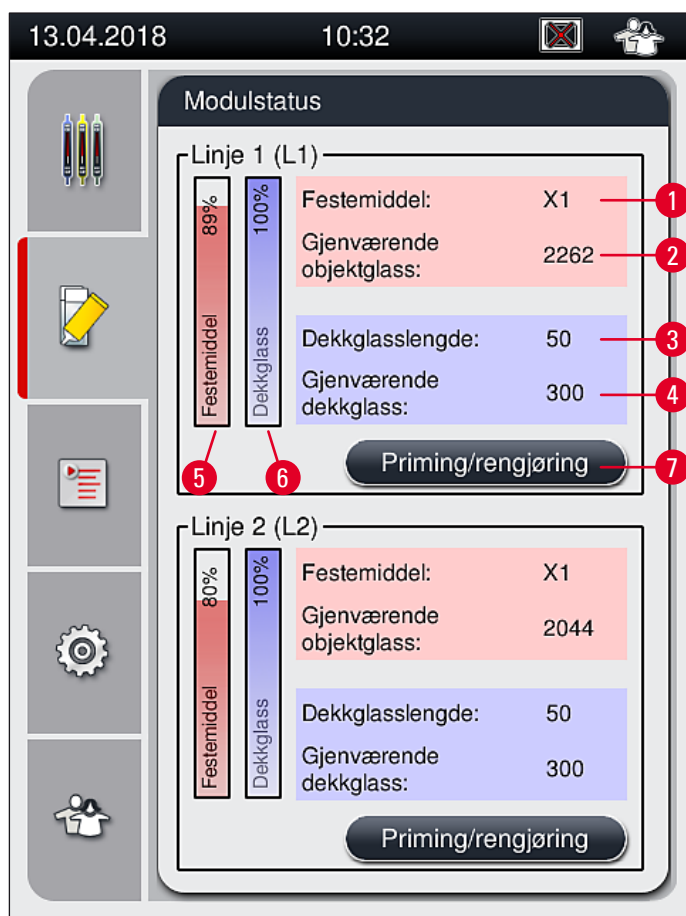

Fig. 49
- Menyen **Modulstatus** (→ Fig. 49) gir brukeren i HistoCore SPECTRA CV en oversikt over de brukte forbruksartiklene (festemidler (→ Fig. 49-1) og dekkglass (→ Fig. 49-3)) og deres aktuelle påfyllingsnivåer (→ Fig. 49-5) (→ Fig. 49-6) og gjenværende mengder (→ Fig. 49-2) (→ Fig. 49-4) for begge dekkglassbanene.